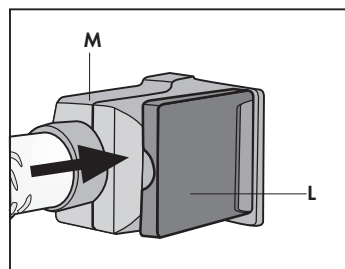

Fig. 9
- Fechar a tampa (L) contra a lateral do engate rápido (M) do flexível (Fig. 9)